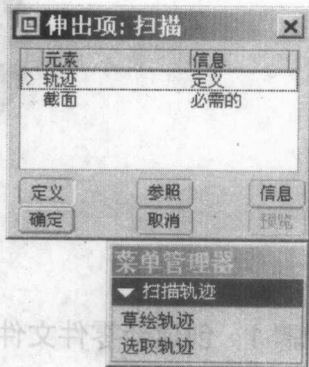
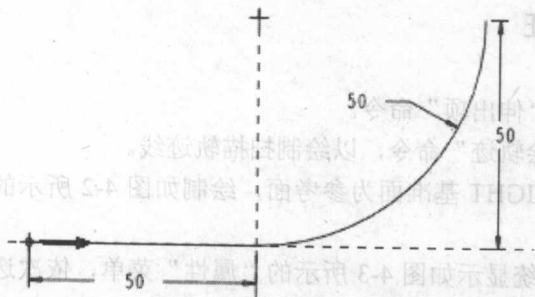
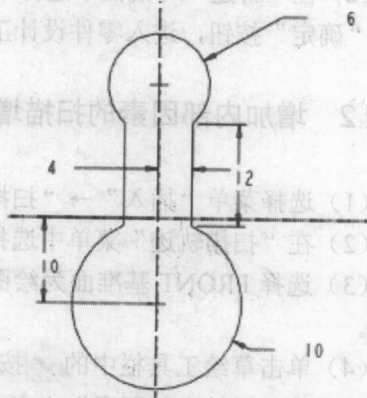

图 3-2
图 3-3
图 3-4
(1) 选择菜单“插入”→“扫描”→“伸出项”命令，弹出如图 3-2 所示的对话框与菜单。
(2) 选择“扫描轨迹”→“草绘轨迹”命令，以绘制扫描轨迹线。
(3) 选择 FRONT 基准面为草绘平面，RIGHT 基准面为参考面，绘制如图 3-3 所示的轨迹线。
(4) 单击草绘工具栏中的  按钮，系统再次进入草绘状态，并且与轨迹垂直的面作为扫描截面绘图面。
(5) 绘制如图 3-4 所示的截面作为扫描截面。